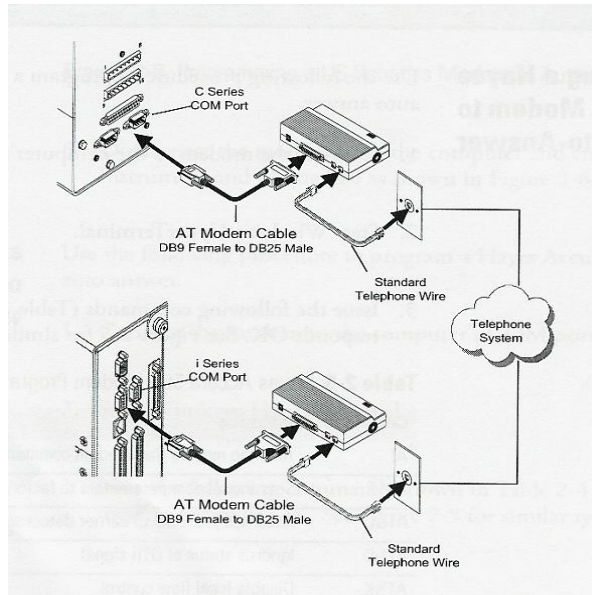

Figure 2-6 Raccordement Modem-Analyseur
5. Déconnecter le modem du PC et le relier à l'analyseur et à la ligne téléphonique tel qu'illustré dans la figure 2-6
4. Déconnecter le modem du PC et le relier à l'analyseur et à la ligne téléphonique tel qu'illustré dans la figure 2-6